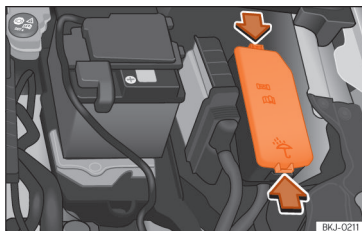

Fig. 50 No compartimento do motor: tampa da caixa de fusíveis.
- Pressione as patilhas de bloqueio para desbloquear a tampa da caixa de fusíveis »» **Fig. 50**.